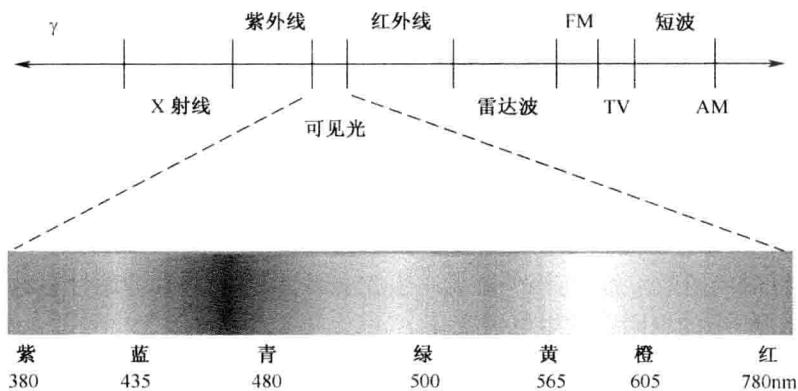

图1-1 可见光谱与电磁波谱
如果天空中没有粉尘,就没有蔚蓝的天空。阳光由红、橙、黄、绿、青、蓝、紫七色光组成。可见光的波长在380~780nm之间,在电磁波谱①中的位置如图1-1所示。波长越大,散射越强。白光组成的蓝、紫色光波长较短,散射作用最强;红色光波长较长,散射较弱,大部分透过。